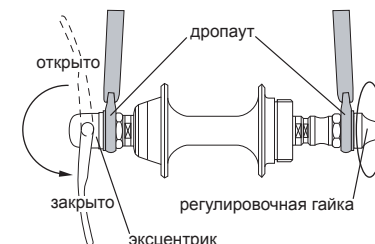

рис. 2
- 3.1.2. Откройте эксцентриковый зажим, под тяжестью велосипеда, колесо само установится точно в посадочных окончаниях вилки. При необходимости регулировки усилия зажима эксцентрика, отрегулируйте его регулировочной гайкой. Усилие при закрытии эксцентрика — 10-15 Н/м (рис. 2)
рис. 2а
рис. 2б
рис. 2в